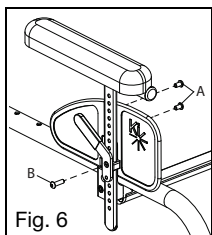

Fig. 6
- Quite los dos tornillos de 6 mm de los protectores laterales (Fig. 6:A).
- Quite el tornillo (Fig. 6:B) del tope del poste del protector lateral a través de dicho poste, pero no lo retire por completo. El tornillo puede permanecer en el conjunto de la palanca. Repita en el brazo opuesto.
- Restauré el tope del bastón y el conjunto de la palanca en el poste del protector lateral a la posición deseada. Vuelva a apretar el tornillo (Fig. 6:B) y repita en el brazo opuesto.
- Ponga el protector lateral en la posición deseada y coloque de nuevo los dos tornillos de 6 mm (Fig. 6:A) para fijar en su sitio el protector lateral. Apriete los dos tornillos de 6 mm y repítalo del lado opuesto.
- Vuelva a colocar los conjuntos de los apoyabrazos en el alojamiento (Fig. 6).